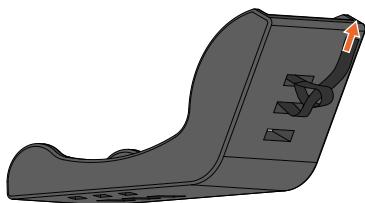

Abbildung 6 - Anbringen der Schleife an der Kleinkindschale..
7. Nehmen Sie den 63 cm langen Band mit der Schlaufe und der Schnapschnalle und ziehen Sie diese Kombination durch die Unterseite der Kleinkindschale, wie in Abbildung 6 dargestellt.